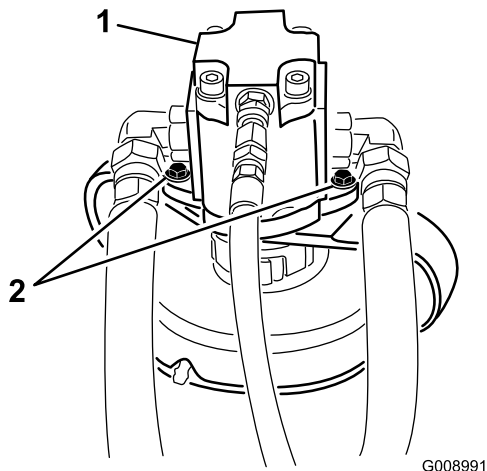

Bild 82
5. Entfernen Sie die Schrauben, mit denen der Hydraulikmotor am Mähwerk befestigt ist (Bild 82).
3. Entfernen Sie die Schrauben, mit denen der Hydraulikmotor am Mähwerk befestigt ist (Bild 82).